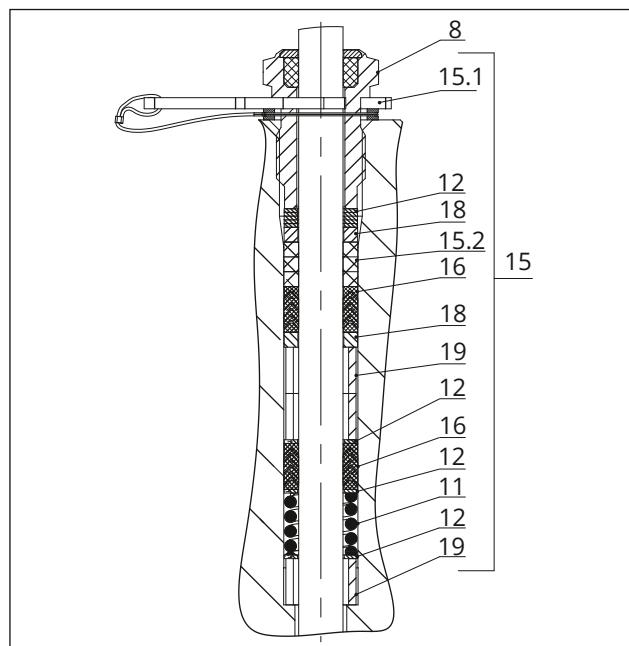
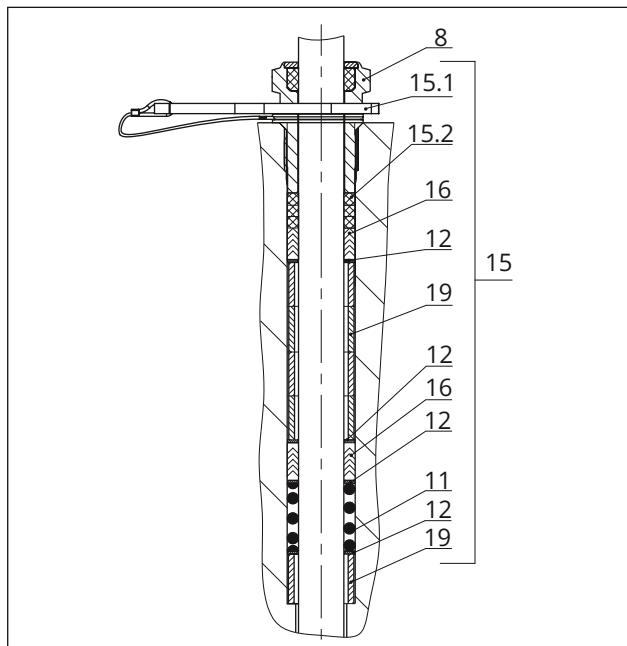

Fig. 26 : Garniture de presse-étoupe ADSEAL :
Fig. 27 : Garniture de presse-étoupe ADSEAL :
2. Insérer avec précaution les pièces du presse-étoupe dans leur logement à l'aide d'un outil approprié en les faisant passer par-dessus la tige de clapet. Veiller à les remonter dans le bon ordre, cf. Fig. 26 et Fig. 27.
4. Insérer le disque d'écartement rouge (15.1) entre le fouloir (8) et la bague de retenue, cf. Fig. 26 ou Fig. 27.
2. Insérer avec précaution les pièces du presse-étoupe dans leur logement à l'aide d'un outil approprié en les faisant passer par-dessus la tige de clapet. Respecter l'ordre de montage correct, voir Fig. 26 ou Fig. 27.
❶ REMARQUE